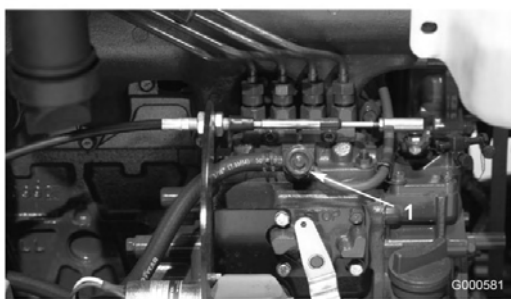

図 39
3. 燃料噴射ポンプについているエア抜きネジ（図 39）をゆるめる。